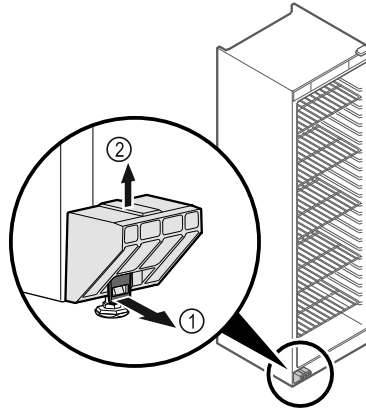

Fig. 4
- ▶ Tirare in avanti la linguetta Fig. 4 (1).
- ▶ Tirare verso l'alto la protezione per il trasporto Fig. 4 (2).